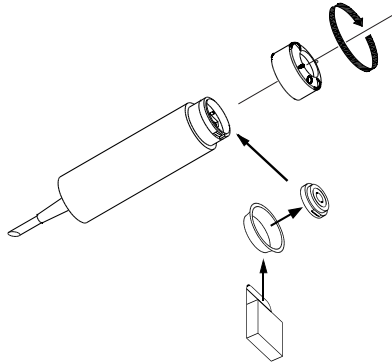

Abb. 5: Einsetzen des Sensor-Einsatzes am DO 1
- ▶ Den Sensor-Einsatz, wie in Abb. 5 gezeigt, in den Transmitter einsetzen (den Sensor-Einsatz mit den beiden Zapfen an der Unterseite in die entsprechenden Löcher am Transmitter einsetzen).